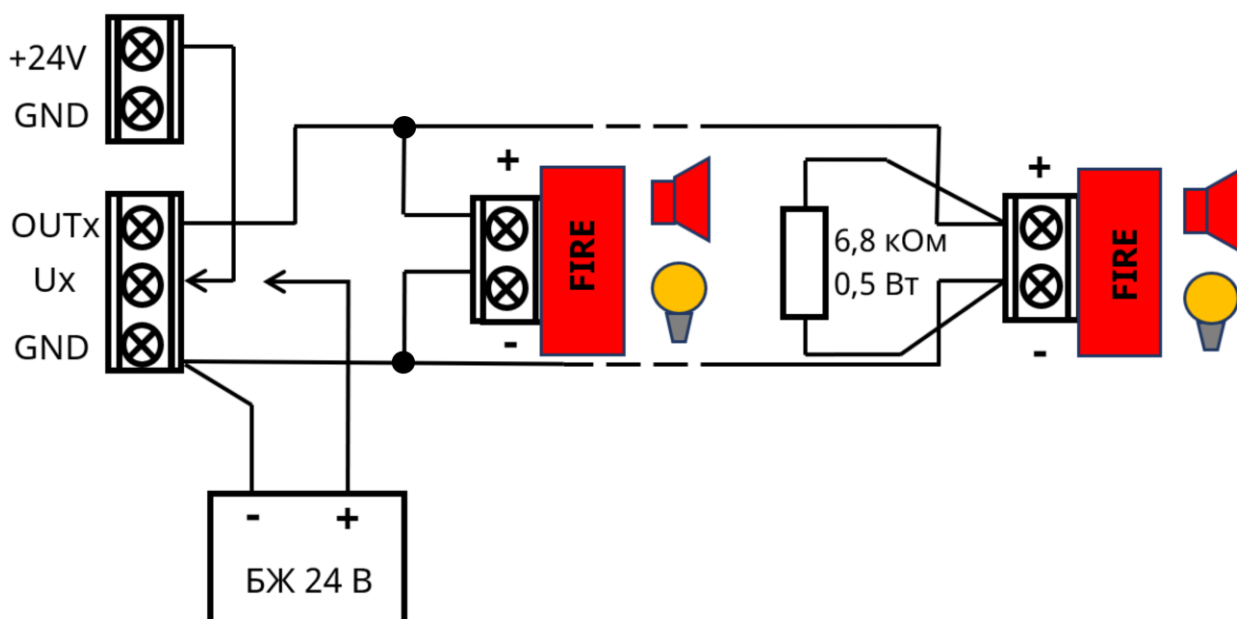

Рисунок 5.3 – Підключення оповіс­тувачів
5.3.4.1 ППКП містить 2 транзисторні виходи, до яких можна підключити пристрої оповіщення. Приклад підключення оповіс­тувачів до одного з виходів наведений на рис. 5.3. Підключення оповіс­тувачів до виходу OUT2 аналогічне. При живленні оповіс­тувачів від ППКП необхідно встановити переми­чку між виходом Ux та виходом +24V (x – номер виходу). В кінці лінії встановлюється кінцевий резистор 6,8 кОм, 0,5 Вт.